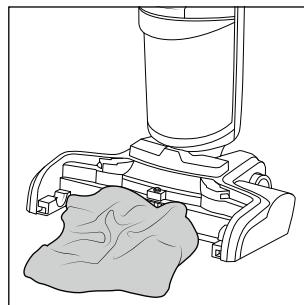

Fig. 36
- ♦ Hvis børstekammeret er snavset, skal det renses med en fugtig klud (se fig. 36).